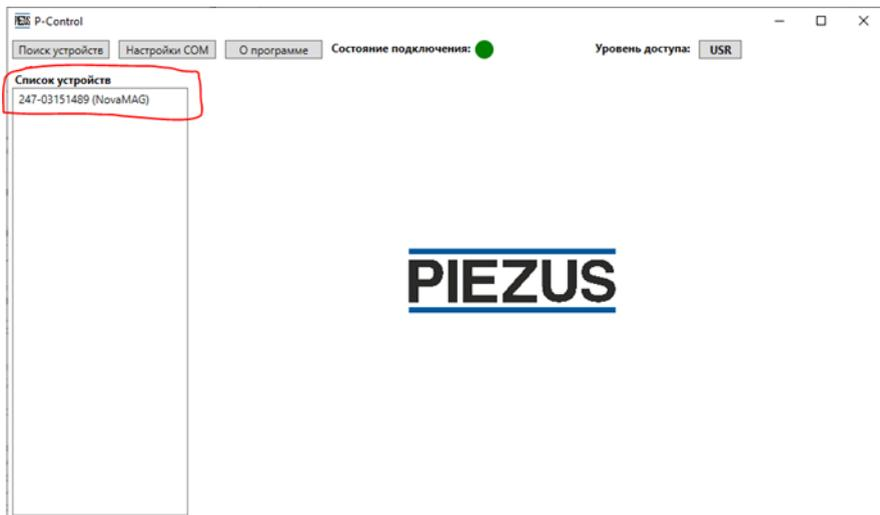
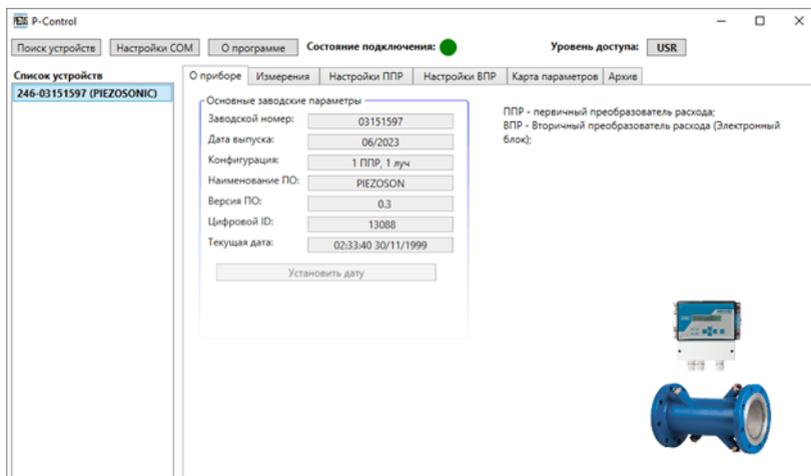

Рисунок 2.4 – Список обнаруженных устройств
Рисунок 2.6 – Основное меню для работы с расходомерами Piezosonic
6. В перечне «Список устройств» рисунок 2.4 курсором мыши выбрать необходимый прибор и, справа, на соответствующих вкладках информационного поля, можно проконтролировать его основные рабочие параметры. В зависимости от типа расходомеров основное меню различается рисунком 2.5, рисунок 2.6;
После успешного завершения процесса соединения в секторе «Список устройств» отобразится перечень доступных приборов, – рисунок 2.4.